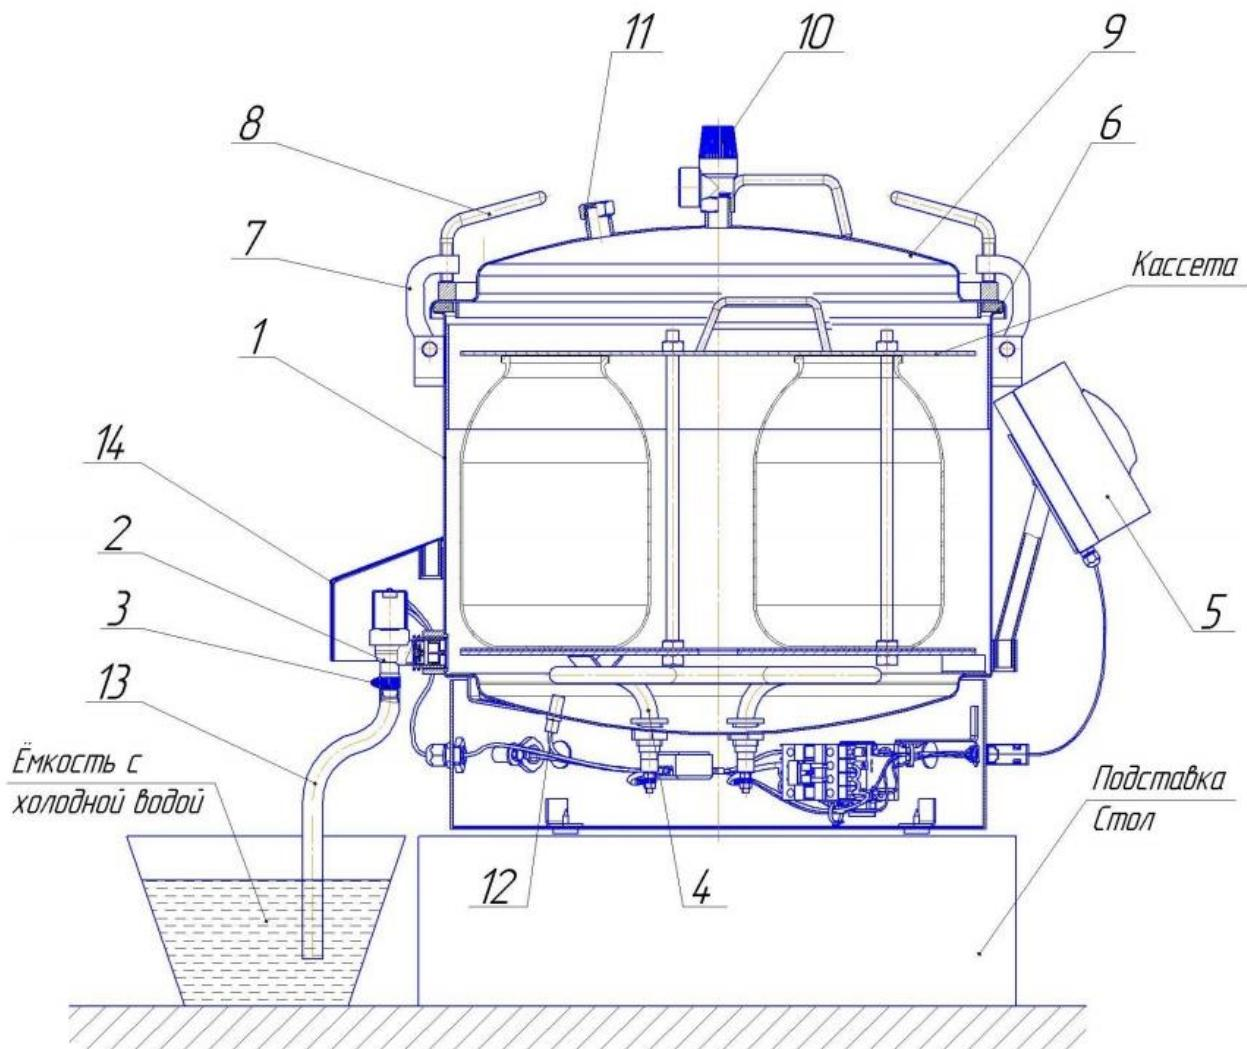

Рисунок 1: Автоклав в сборе
4. Для защиты от брызг и пара при сливе воды с температурой выше 100°C, конец шланга слива 6 (рис.1) опустить в ведро (или другую ёмкость) с небольшим количеством холодной воды (водяной затвор) и закрепить его (например, привязав шланг к ручке ведра), иначе возможны хаотичные движения шланга с выбросом пара и горячей воды во все стороны в первые минуты слива воды.
- не вывинчивать упоры зажима крышки 8 (рис. 1) автоклава.
- при необходимости сбросить давление в автоклаве, повернуть головку предохранительного клапана 10 (рис.1), до полного прекращения выхода пара (для предотвращения попадания пара на руку одеть защитную перчатку);
- вывинтить упоры 8 (рис. 1), отбросить прижимы 7 и снять крышку 9;